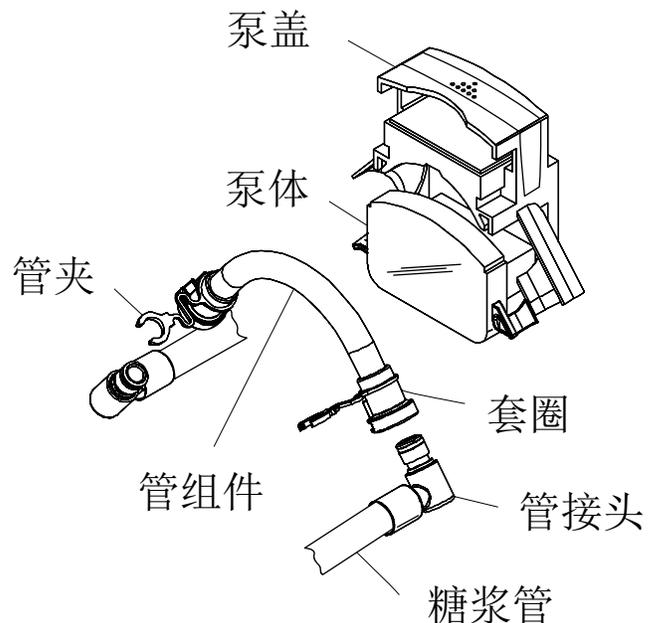

图 68
13. 抓住泵管的两端，将泵管从泵体上拆卸下来。（见图 68。）